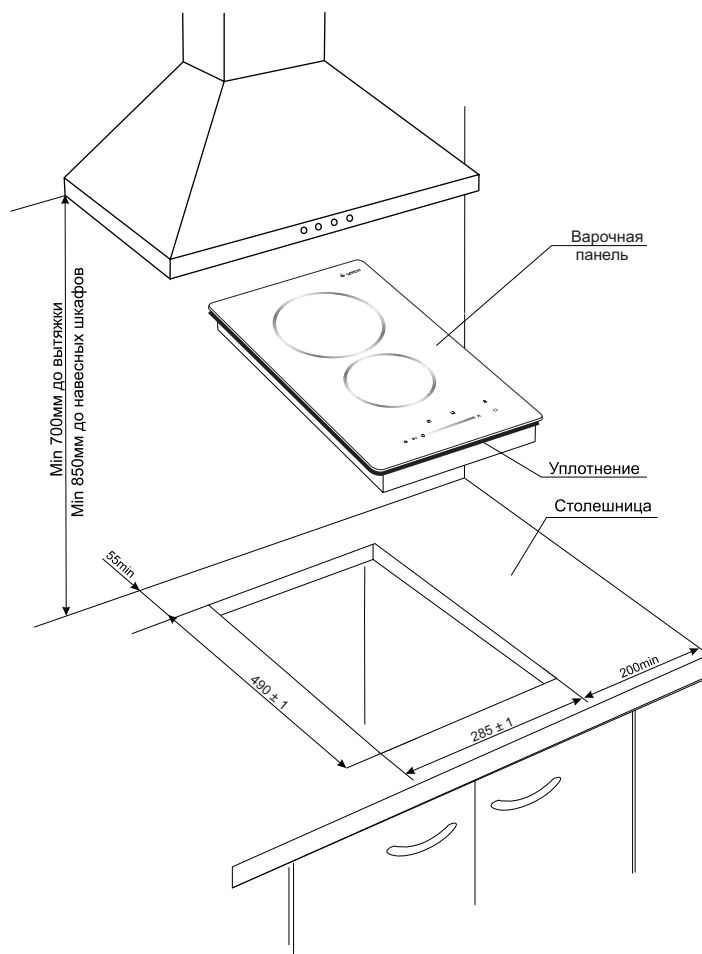

Рис. 4 Панель варочная СВН 5261
1. Разметить на столешнице контур проема под варочную панель (рис. 4). Толщина столешницы - min 30 мм, max 50 мм.
3. По краю внутренней стороны стеклокерамической пластины приклеено уплотнение (рис. 4).